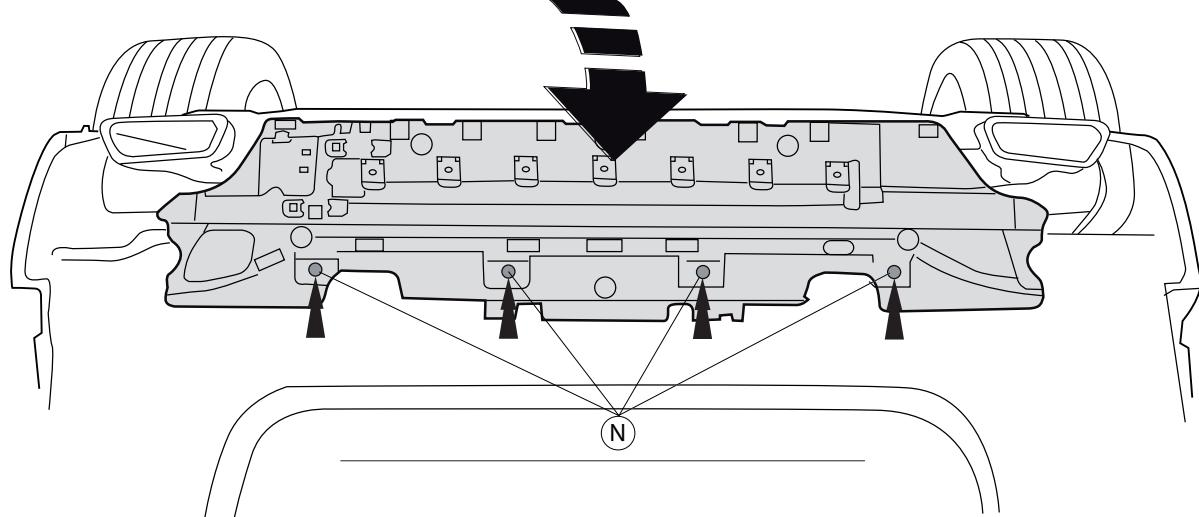

Fig. 3
7. Attach the plastic cap to the crossbeam of the tow bar at the points N. See figure 3.
7. Montieren Sie die Kunststoffkappe am Querträger der Anhängerkupplung an den Punkten N. Siehe Abbildung 3.